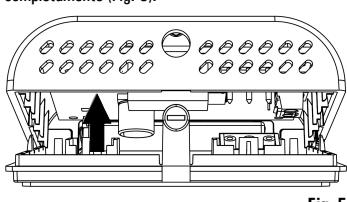

Fig. 5
- Girar la tapa ejerciendo una ligera presión hasta extraerla completamente (Fig. 5).